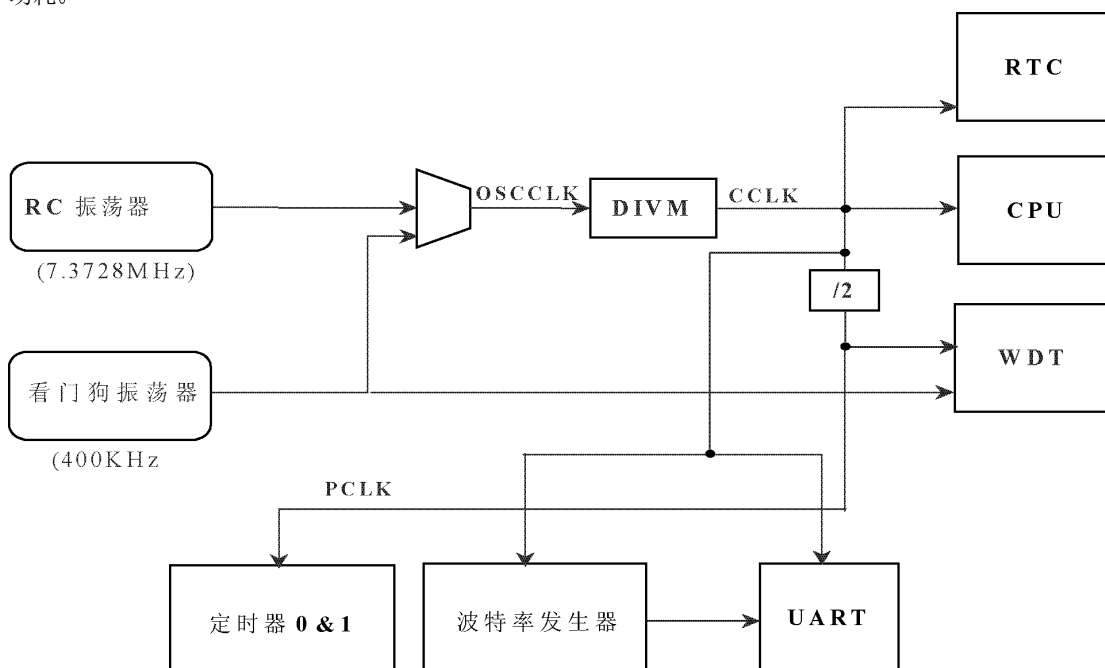

图 1 振荡器控制框图
- OSCCLK—输入到 DIVM 分频器的时钟。OSCCLK 可选择 4 个时钟源之一（见图 1），也可降低到较低的频率（见“P89LPC903 具有一个内部唤醒定时器，可使时钟延迟直到稳定下来，其延迟时间取决于使用的时钟源。CPU 时钟（CCLK）时钟调整：DIVM 寄存器”一节）。注：fosc 定义为 OSSCLK 频率